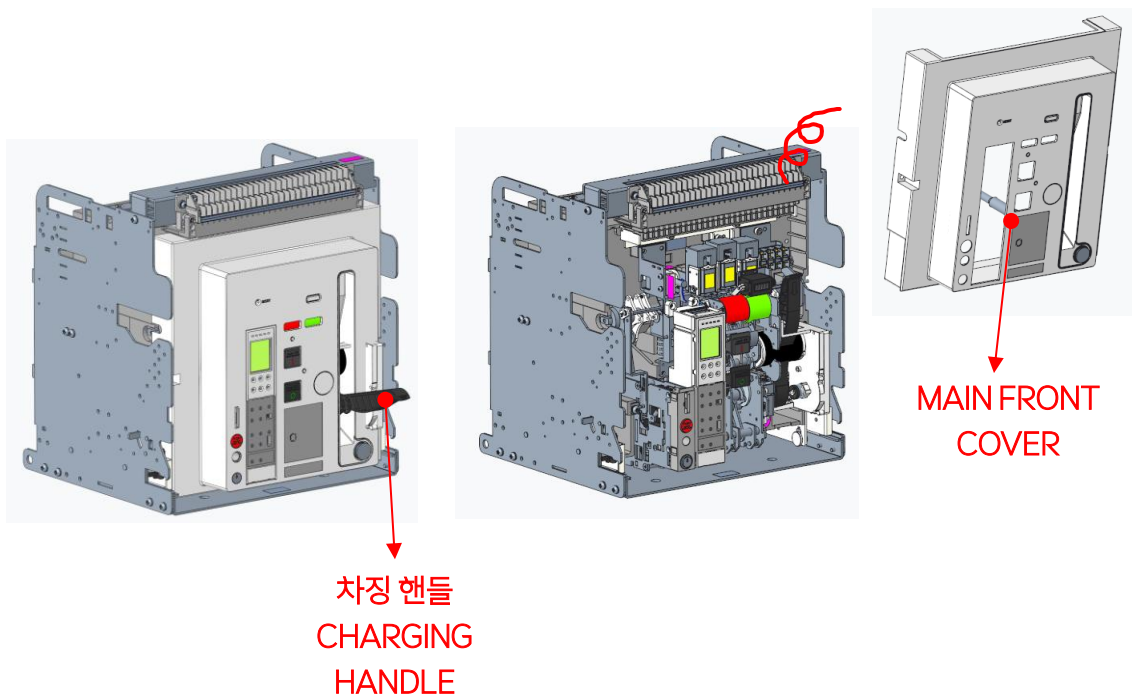

Fig. 2
- 2. 차징 핸들을 내리고 MAIN FRONT COVER를 해체합니다. [FIG 2]
- 2. Let down the CHARGING HANDLE and disassemble MAIN FRONT COVER. [FIG 2]